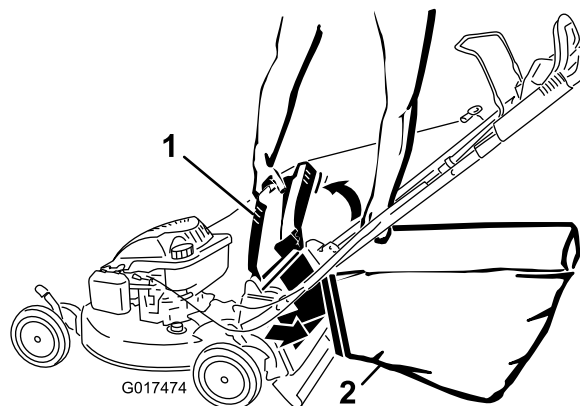

Figure 25
4. Accrochez le bord supérieur avant du bac sur les crans (Figure 25).